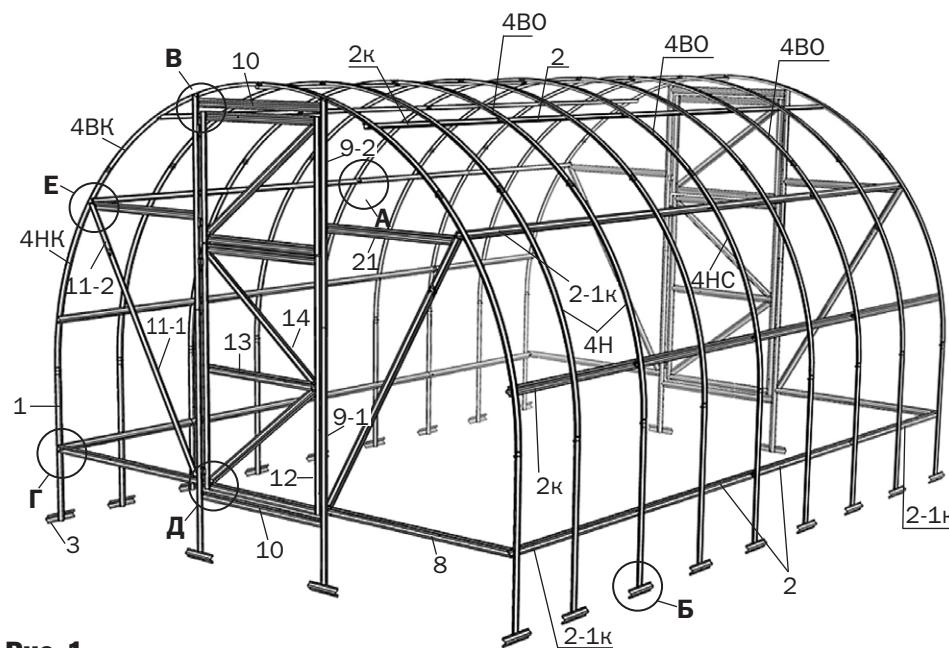

Рис. 1
- 1.** Общий вид каркаса представлен на **рис.1**. Детали устанавливаются так, чтобы боковые полки профиля были обращены к покрытию. Каркас составляется из нумерованных элементов, часть которых выполнена сборными из нескольких деталей, имеющих одинаковый номер, но отличающихся индексами.